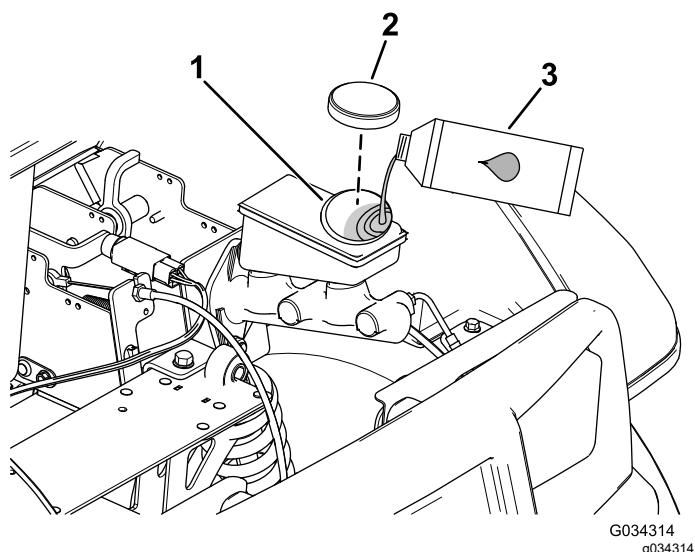

図 51
2. フードを持ち上げてブレーキのマスターシリンダとブレーキ液タンクにアクセスできるようにする 図 51。
- A. ウェスでタンクのキャップの周囲をきれいに拭いてキャップ外す 図 51。
- C. タンクにキャップを取り付ける 図 51。